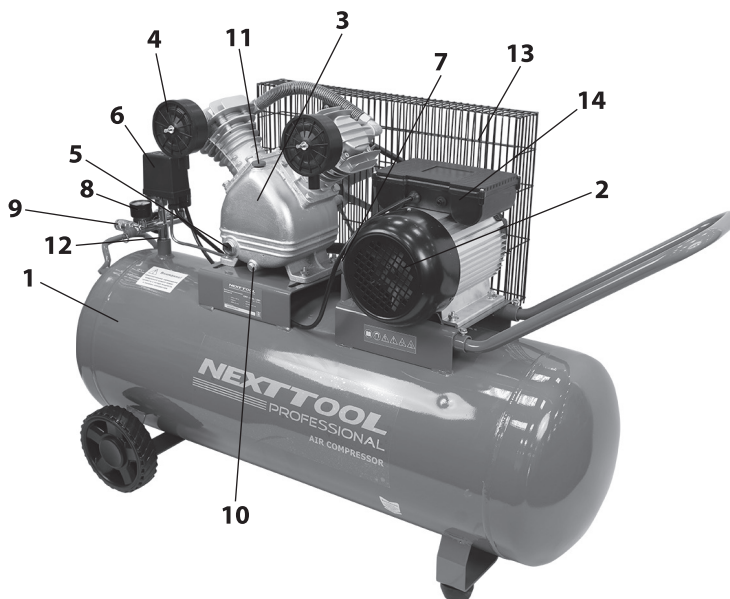

рис.1
1.6 Общий вид компрессора представлен на рис.1
ВНИМАНИЕ! При внезапном обесточивании компрессора (отключении подачи тока, срабатывании сетевого автоматического выключателя или иной причине) необходимо выключить компрессор, утопив кнопку реле давления (рис.1 поз.7) - положение «Нажато»! Это позволит продолжить работу после подачи напряжения и предотвратит возможные поломки.